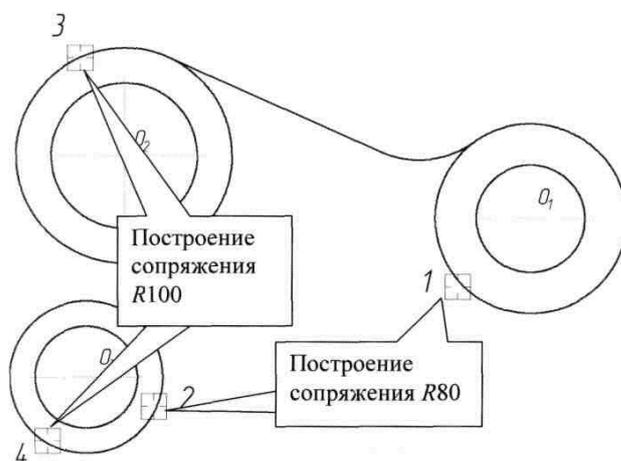

Рисунок 29.
5. Аналогично постройте плавные сопряжения дугами $R100$ и $R80$ (рис. 29). При выполнении скруглений большое значение имеет место указания объектов. Если при выполнении скругления $R80$ укажете мишенью окружности в точках 1 и 2 при выполнении скругления $R100$ укажете мишенью окружности в точках 3 и 4.